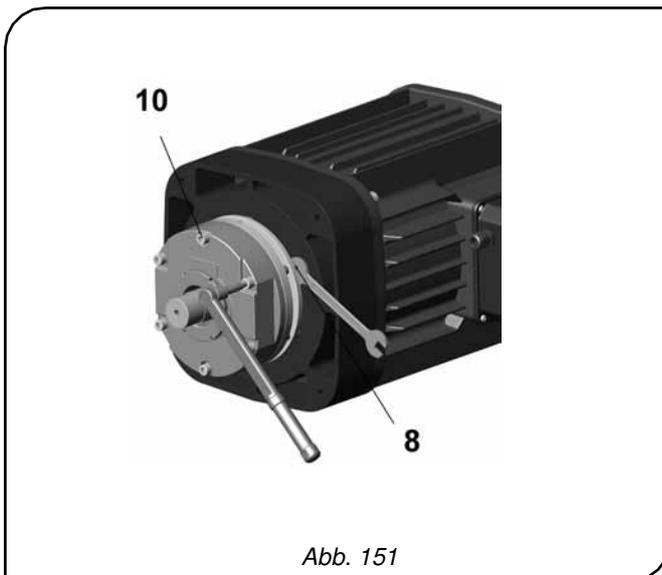

Abb. 151
8. Setzen Sie die drei Schrauben **-7-** zurück an ihren ursprünglichen Platz am Verriegelungsring **-8-** und schrauben Sie sie wieder am Bremsklotz **-9-** fest (Abb. 151).